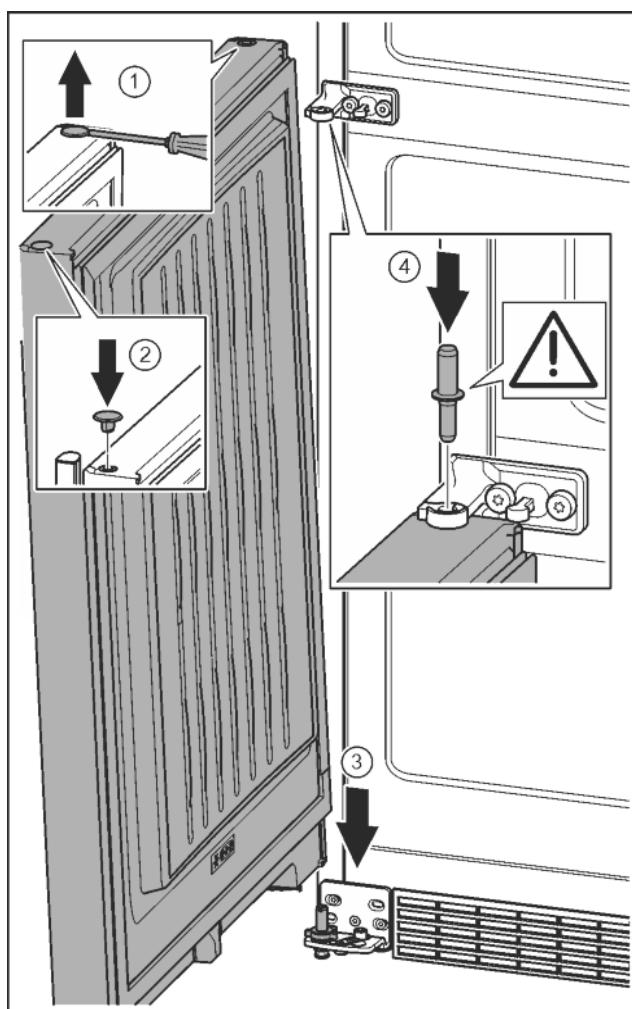

Fig. 21
- За допомогою шліщової викрутки обережно підніміть пробку та витягніть її. Fig. 21 (1)
- Знову вставте пробку з іншого боку дверцят. Fig. 21 (2)
- Встановіть дверцята зверху на нижній опорний гвинт. Fig. 21 (3)
- Середній опорний гвинт встановіть в нижні дверцята через середній опорний кронштейн. При цьому виступ фіксатора повинен бути спрямований назад. Fig. 21 (4)